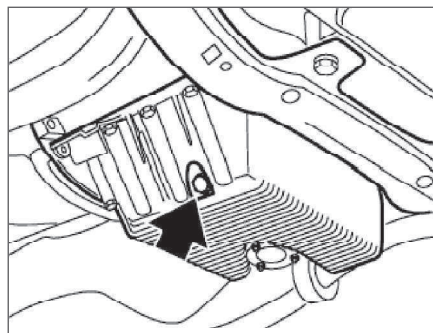

Рис. 2.9. Сливная пробка
- Плавно отвернуть сливную пробку (рис. 2.9), прижимая ее к поддону картера и убрав резким движением.
- Установить сливную пробку (см. рис. 2.9) с новым уплотнительным кольцом и затянуть пробку М12 моментом 25 Н.м (2,5 кгс.м), пробку на М18 моментом 35 Н.м (3,5 кгс.м), пробку М22 моментом 60 Н.м (6,0 кгс.м).